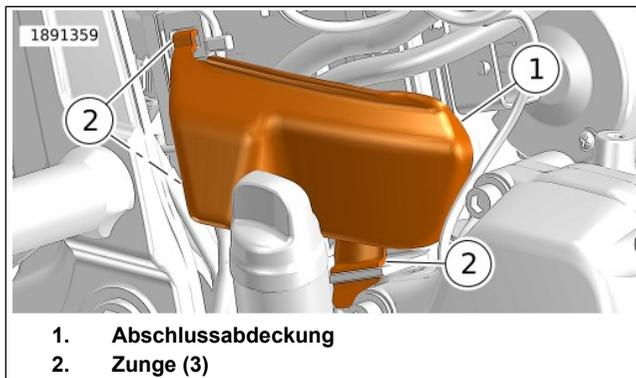

Abbildung 65. Schutzabdeckung
4. Siehe Abbildung 65. Die Schutzabdeckung (1) entfernen.
- b. Den WSS-Steckverbinder (1) abziehen.
- c. Die WSS-Verkabelung in den Kabelhaltern (2) anbringen.
- e. Den Motoröl-Messstab (3) einsetzen.
- f. **Falls erforderlich:** Einen neuen Kabelbinder (5) anbringen.
6. Siehe Abbildung 65. Die Schutzabdeckung (1) anbringen.